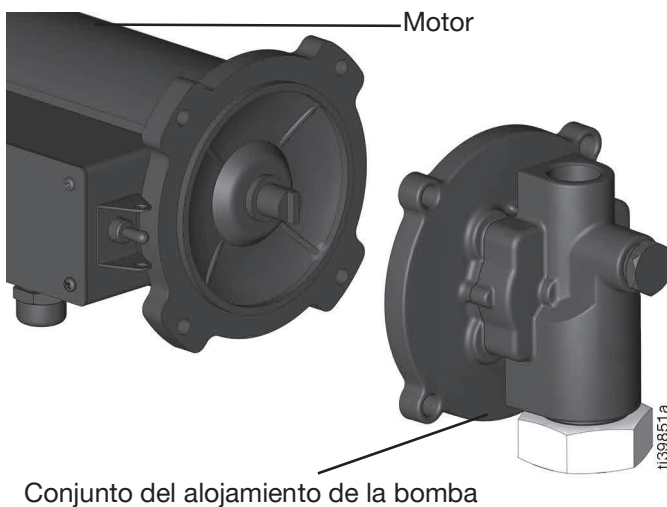

FIG. 8
6. Retire del motor el conjunto del alojamiento de la bomba (FIG. 8).